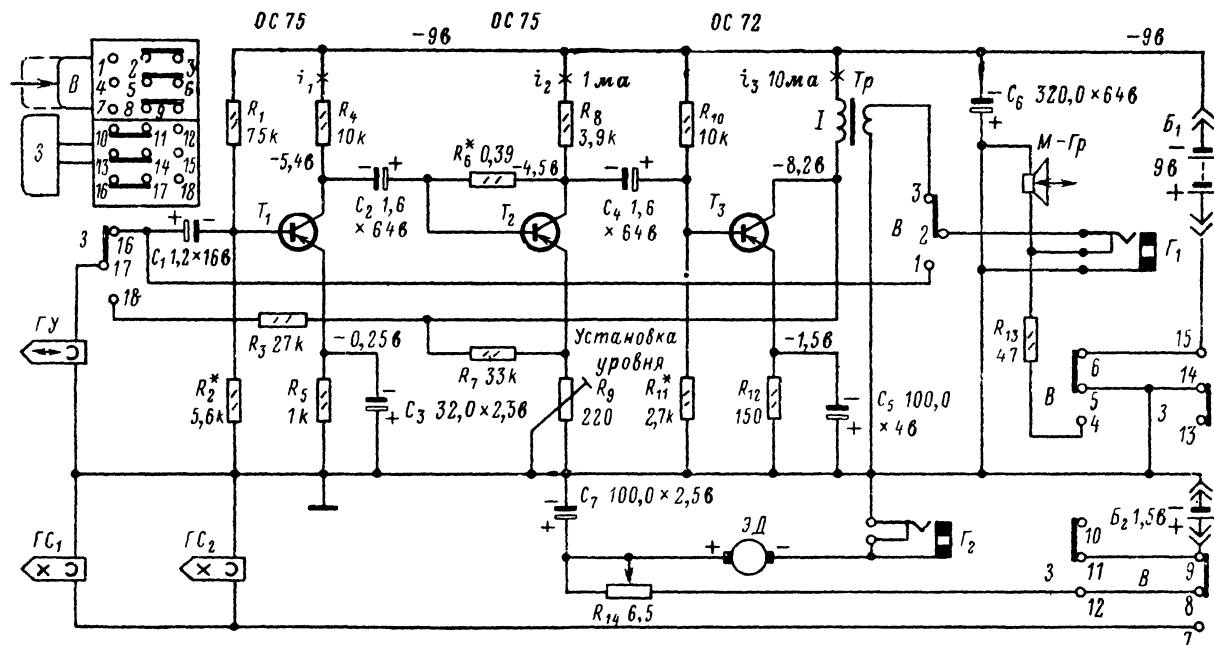

Рис. 4. Принципиальная электрическая схема звукового блокнота «Мемокорд» ( $i_1 = 0,5 \text{ ма}$ ). Показана в режиме воспроизведения (нажата кнопка  $B$ ).
**Электрическая схема магнитофона** приведена на рис. 4. Усилитель магнитофона — универсальный, трехкаскадный. Все транзисторы работают по схеме с общим эмиттером. Связь между каскадами — резисторно-емкостная. Включают усилитель в нужный режим кнопками 3 — запись или В — воспроизведение. Кнопка записи не фиксируется. Для освобождения нажатой и зафиксированной кнопки воспроизведения необходимо кратковременно нажать кнопку записи.